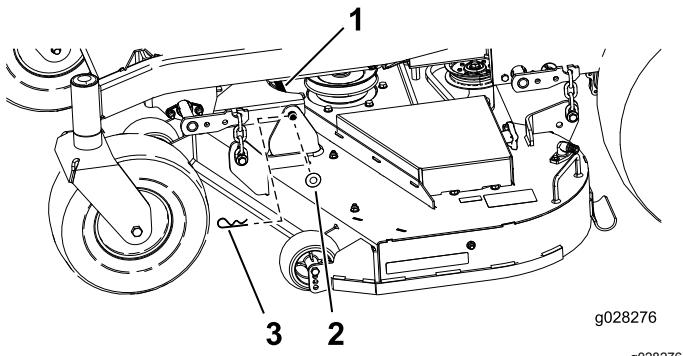

Bild 77
- Nehmen Sie den Splint und die Scheibe ab, mit denen der Steckstift am Rahmen und Mähwerk befestigt ist, und nehmen Sie die Lenkerstange ab (Bild 77).
9. Befestigen Sie den Steckstift mit den vorher entfernten Splinten und Scheiben (Bild 77).